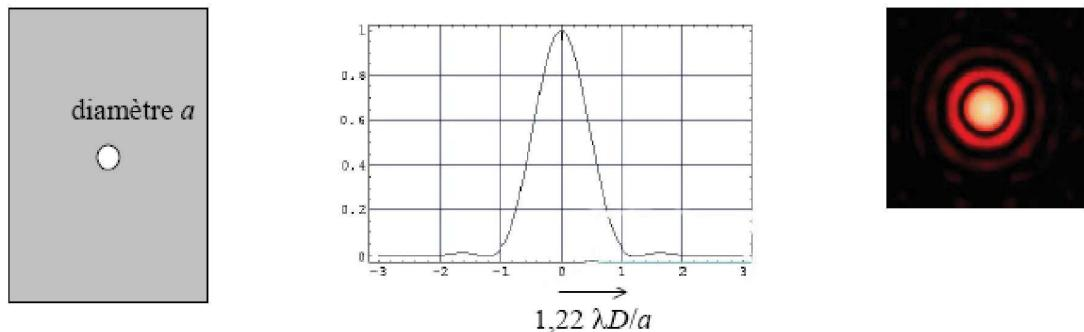

Figure 3
i) Diffraction par un trou circulaire de diamètre a (figure 3)